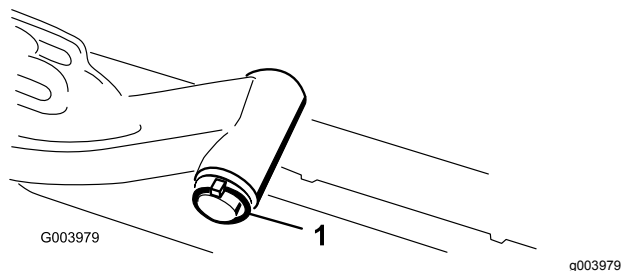

Figura 9
- A. Retire el pasador de seguridad y la arandela que fijan el eje pivotante del brazo de elevación al brazo de elevación, y deslice el eje pivotante fuera del brazo de elevación (Figura 9).
- C. Introduzca el eje del brazo de elevación en el brazo de elevación y fijelo con la arandela y el pasador de seguridad (Figura 9).